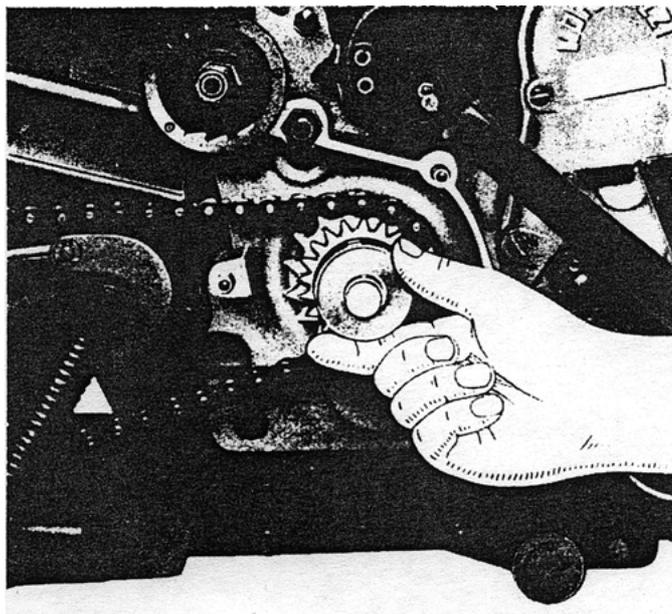

Fig. 9
- a) Les ressorts se sont avachis; visser le disque crenelé (**fig.9**) ou remplacer les ressorts